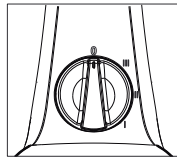

Figura 08
• Este ventilador possui um seletor com 03 velocidades. Para acionar o ventilador, gire o seletor iniciando da velocidade maior até o menor sentido horário (figura 08).